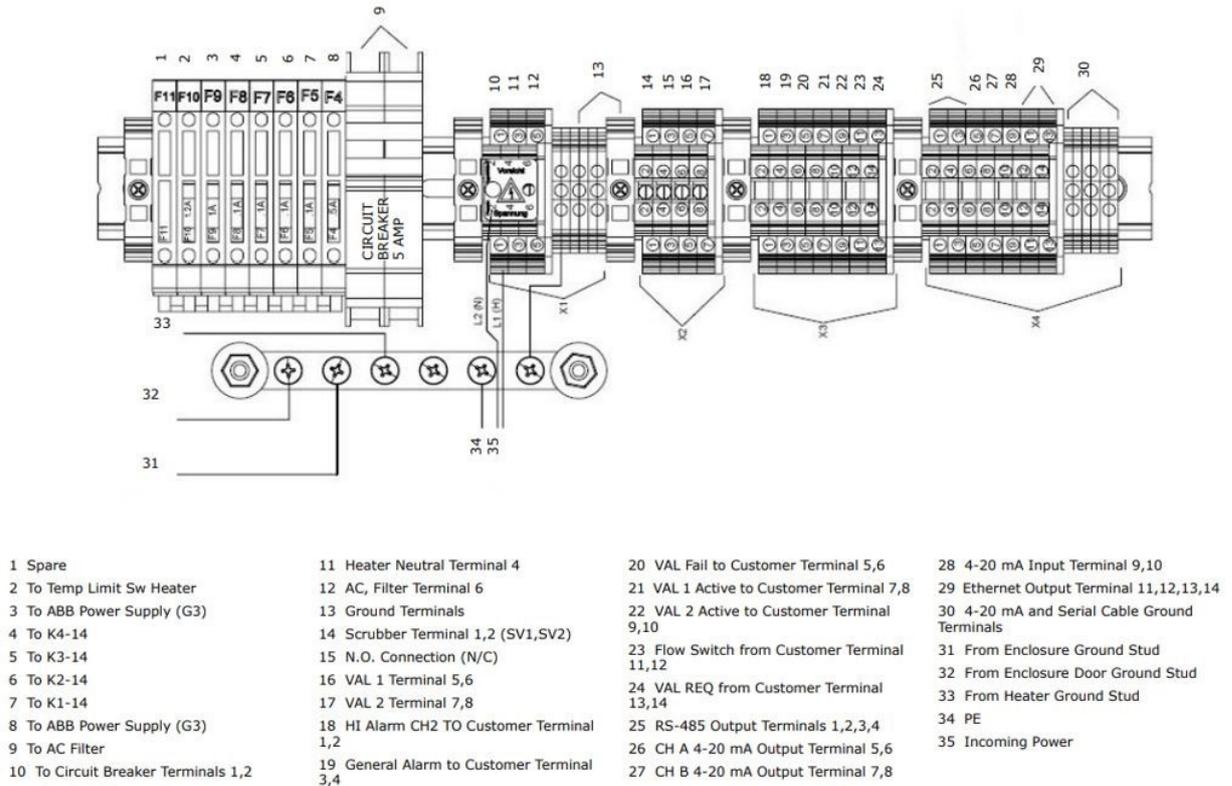

Figura 24. Borne de interface de campo para conexão de entrada de energia e sinais de entrada/saída
6. Conecte os fios neutro e fase aos bornes de energia através da conexão do fio neutro ao terminal X1-2, do fio fase ao terminal X1-1, conforme mostrado na Figura 24.
A entrada analógica de 4-20 mA, saída analógica de 4-20 mA, saídas em série e Ethernet estão conectadas ao borne (X4), conforme mostrado na Figura 24. Além disso, sete entradas/saídas digitais conectadas aos relés SPDT através do borne (X3) também são fornecidas.